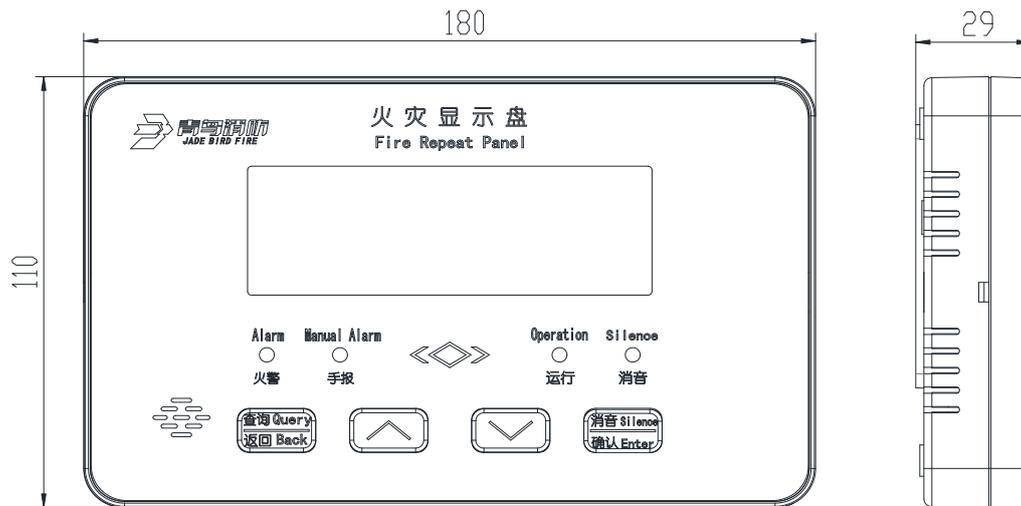

图 1 尺寸图
- 布线施工后，通过使用膨胀螺栓底座固定在墙上（使用 M4 螺钉）或者固定于 86 盒上，安装孔距为 60mm，安装尺寸如图 1 所示。